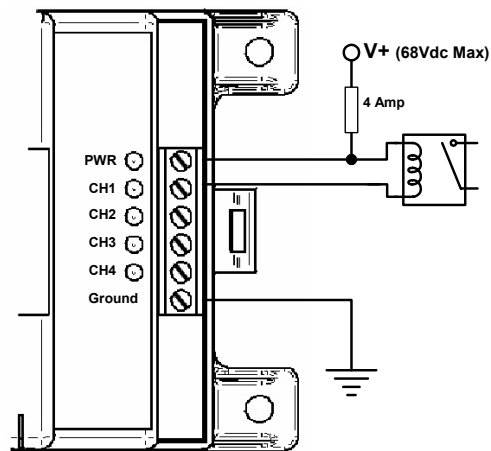

Figura 24. Conmutador del relé
Muchas Funciones requieren el uso de relés. Cada relé se puede conectar como se muestra en la Figura 24. Cuando se enciende un canal, hunde la corriente hasta la tierra, lo que activa la bobina del relé. Se pueden cablear múltiples relés al mismo canal. Cada canal puede hundir un máximo de 750mA de corriente de bobina (*consulte la documentación del fabricante del relé*). Se puede utilizar cualquier tipo de relé, incluido en estado sólido y MDR. Los relés se pueden utilizar para conmutar corrientes grandes, combinar señales o invertir una salida de canal con contactos normalmente abiertos (NO) o cerrados (NC).